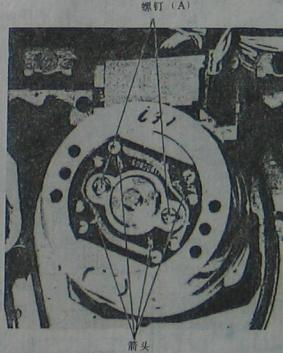

图 1-66 磁鼓组件的拆卸 (或安装)
(4) 参看图 1-66, 在有箭头 (白色箭头) 处用烙铁及一段铜编织线吸走焊锡, 焊开 4 根导针。
(5) 参看图 1-66, 旋出两个螺钉 (A)。然后, 小心地向上提起磁鼓组件, 使之离开轴。
(6) 参看图 1-66, 重新安装新的上磁鼓组件时, 要使 4 根导针插入箭头处的孔内。然后, 拧紧两个螺钉 (A)。